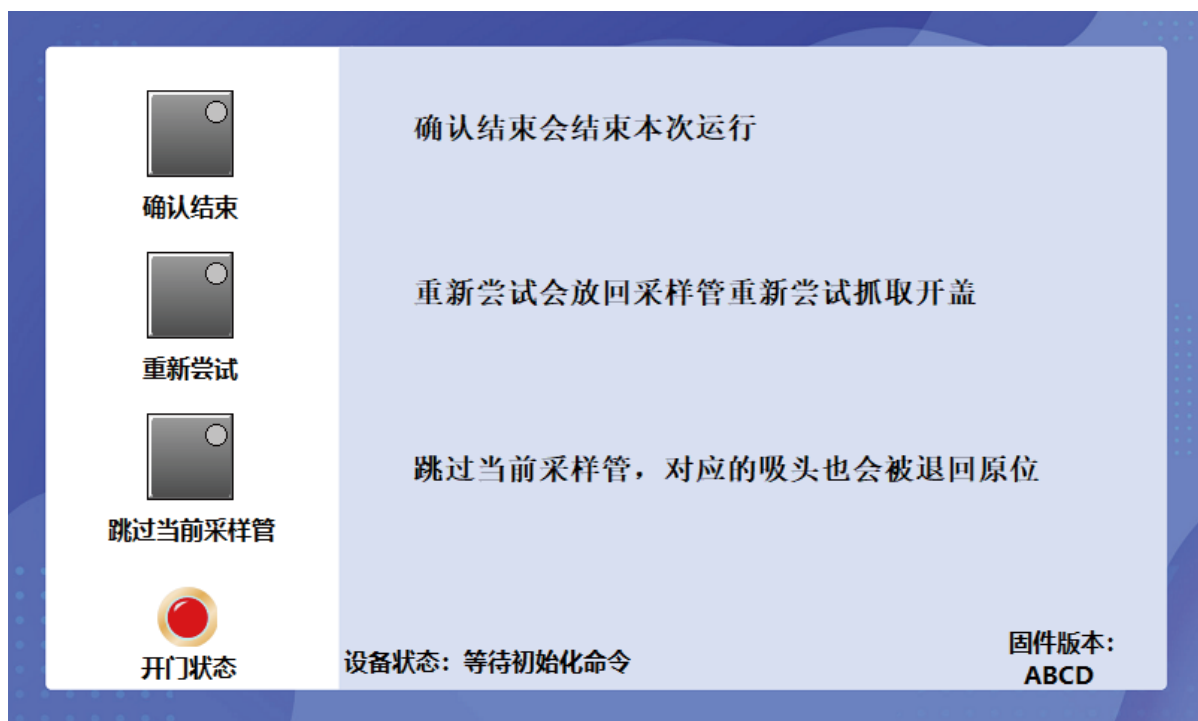
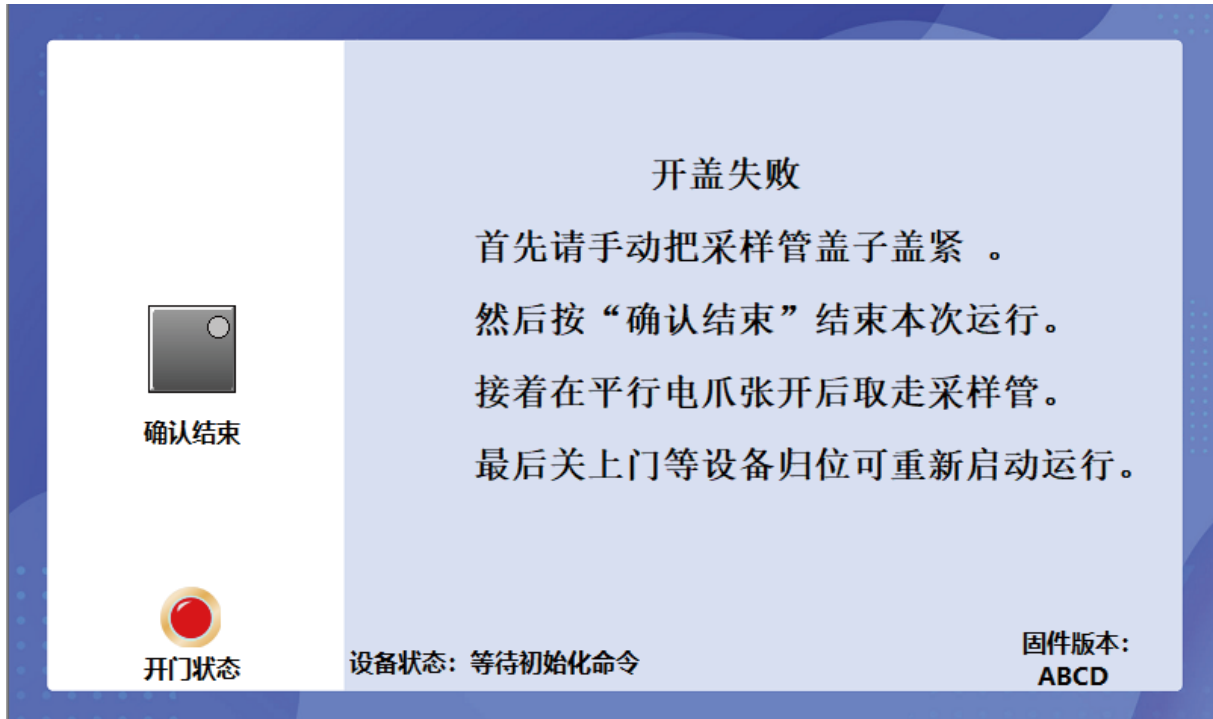

图3-3-2出现错误界面
图3-3-3出现错误界面
- ① 若抓取采集管失败, 此时软件会出现如图3-3-2界面, 可以选择“确认结束”按钮, 结束本次运行; 也可以选择“重新尝试”按钮, 或“跳过当前采样管”按钮, 继续进行。
② 若开盖失败，分两种情况，第一种情况是打不开盖子，此时处理方式与上面抓取失败的处理方式一样，出现图3-3-2界面；第二种情况是卡爪旋开盖子，但未提上去，此时出现图3-3-3界面，按照界面指示进行操作。